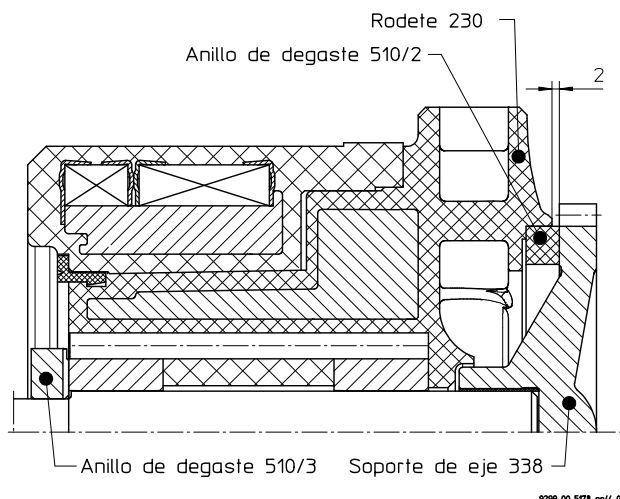

Figura 7
- Controlar si el anillo de desgaste sale aprox. 2 mm del rodete. Véase **Figura 7**.